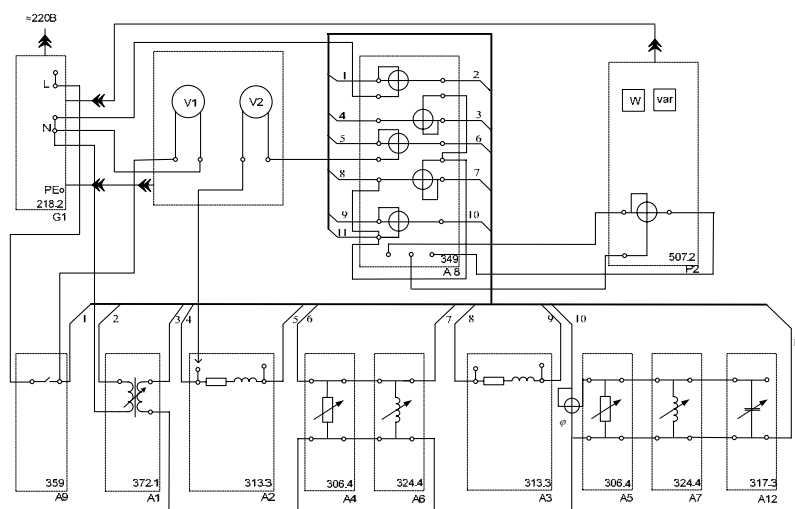

Рисунок 12 - Схема электрических соединений
2. Собрать на стенде схему электрических соединений (рис.12).